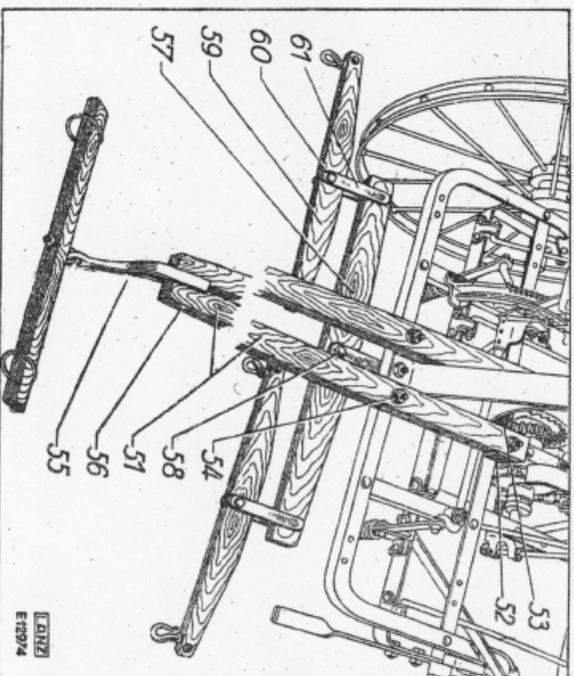

Bild 19. Zweigug
a) Scherbäume „51“ (Bild 19) mit dem Flachseisen „52“ verschrauben und das Flachseisen mittels der hinteren Sitzhalterschraube „53“ am Vorderahmen befestigen.